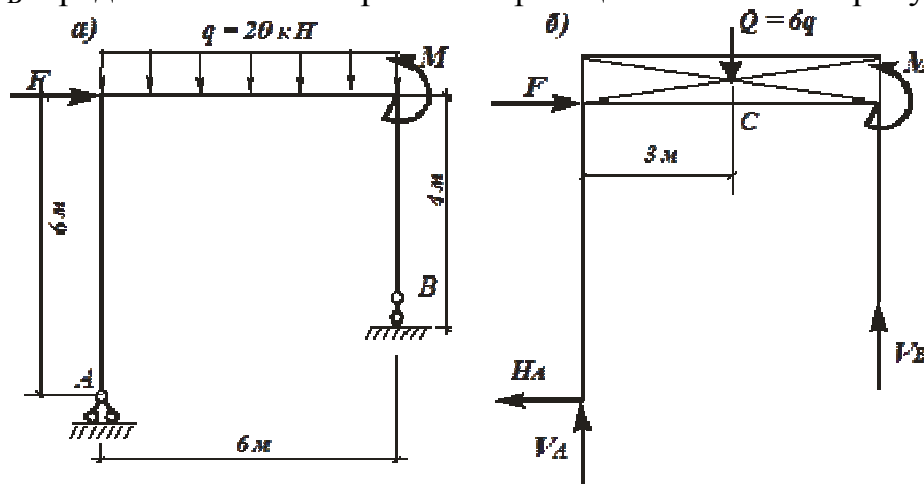

Рисунок 3 - Расчетная схема рамы и объект равновесия:
1. Рассмотрим равновесие рамы. Мысленно освобождаем раму от связей на опорах (рис. 3, б) и выделяем объект равновесия.